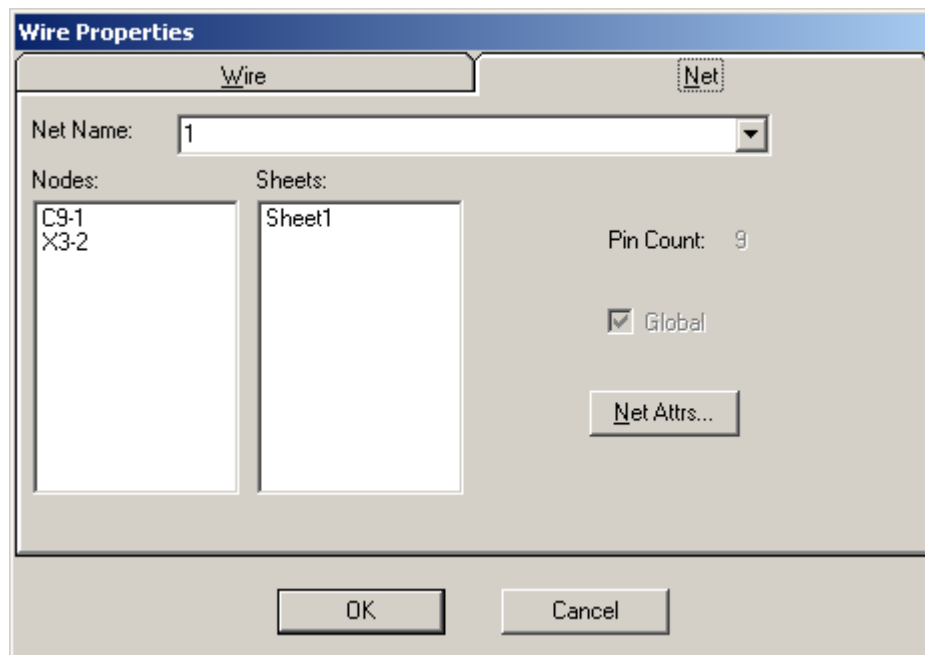

Рис. 8 Свойства цепи
- 2.17 Вызовите двойным щелчком свойства цепи и проконтролируйте, чтобы в поле **Net Name** было значение "1" (рис. 8). Обратите внимание, что в поле **Nodes** были только те выводы, которые должны быть соединены этой цепью.